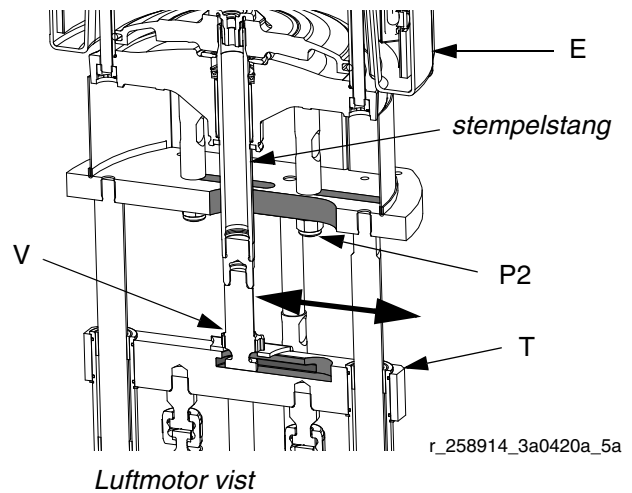

FIG. 7
5. Ta tak i stempelstangen og gli motoren i posisjon (E) til indikatorlinjene er overens med ditt blandingsforhold. Se FIG. 6 og FIG. 7